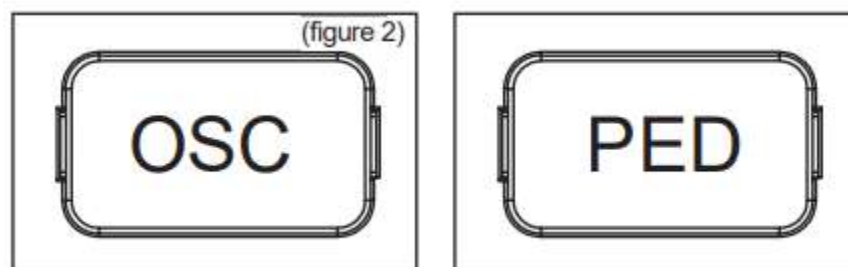

Figura 2.
2. Asigurati-va ca pe display este afisat "OSC" sau "PED" de 3 ori rapid. Codul corespunde comenzii alese (figura 2).